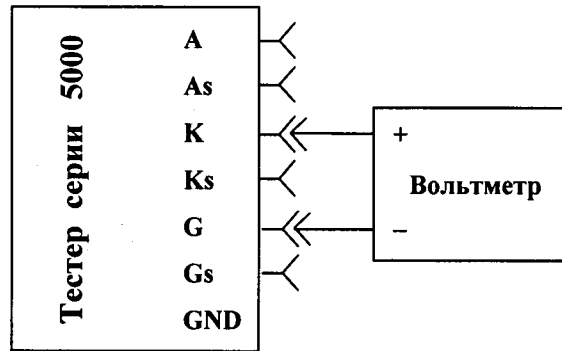

Рисунок 4 – Схема проверки второго источника напряжения
7.2.5.4 Отсоедините адаптер STI Test Fixture от тестера. Подключите вольтметр непосредственно к гнездам **G** и **K** тестера (рисунок 4). При этом вход «+» вольтметра подключается к гнезду **K**, а вход «-» вольтметра к гнезду **G**.